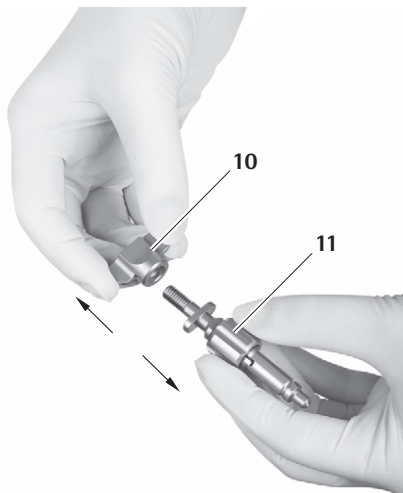

Fig. 17
- ▶ Desenroscar la tuerca de mariposa 10 del adaptador para brazo de soporte 11, ver Fig. 17.